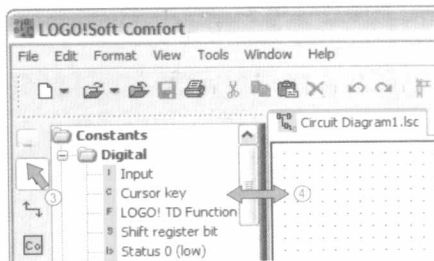

图 1-16 打开元件目录
电路中的各个元件是依次插入的。对此屏幕的左侧打开有开关程序的元件目录，如图 1-16 中③所示。有时可能出现的窗口太窄，甚至有不可见的情况。在这种情况下，必须通过鼠标拉拽来增加窗口的宽度，如图 1-16 中④所示。元件目录中包含 LOGO! Soft 中有的可以用于程序的所有元件。